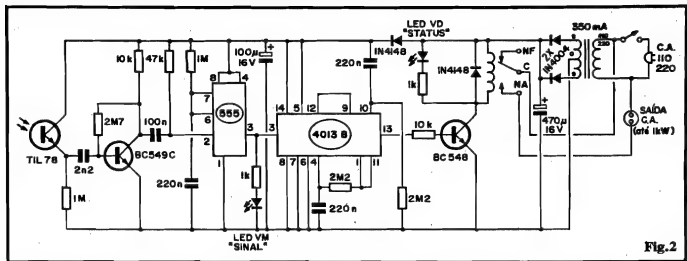

Fig.2
- FIG. 2 - O CIRCUITO (RECEPTOR/SAÍDA DE POTÊNCIA) - Ainda que utilizando técnicas híbridas de circuitagem, embutindo Integrados, transistores e relé, o arranjo não pode ser considerado complexo, mantendo a quantidade geral de componentes relativamente baixa, custo final compatível e sensível "descomplicação" na própria montagem (o que mais interessa ao Hobbyista...). Analisando o circuito, no "sentido convencional" de trânsito dos sinais e controles (da esquerda para a direita...), temos, inicialmente, um foto-transistor (tipo TIL78), polarizado pelo resistor de 1M. O dito foto-sensor detecta os pulsos infra-vermelhos emitidos pelo transmissor do CRIVELD e os "traduz" em (ainda tênues) sinais elétricos, rápidas modificações de Tensão, no seu emissor... Esses sinais são levados pelo capacitor de 2n2 (o baixo valor restringe a sensibilidade do estágio a Frequências outras, que não a de comando...) ao terminal de base de um transistor de alto ganho